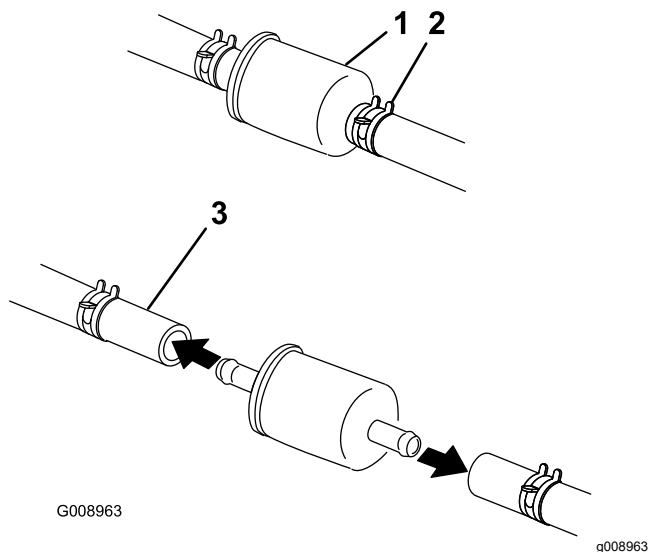

Figure 40
4. Pincez les extrémités des colliers et éloignez les colliers du filtre (Figure 40).